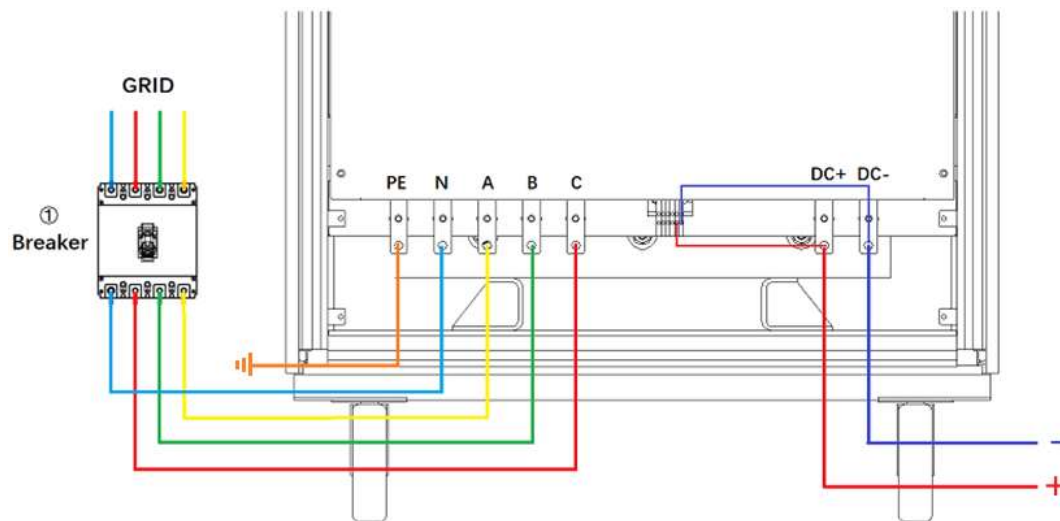

图 3-1 设备和配电断路器
在完成上述章节设备安装后，闭合设备上级的配电侧断路器（如图 3-1①所示）。